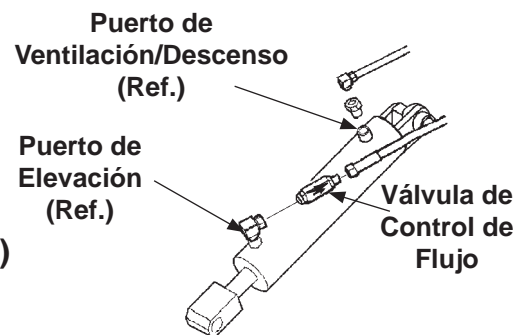

FIG. 37-3
7. Verifique que la válvula de control de flujo **(FIG. 37-3)** esté orientada hacia la dirección de restricción de flujo (de regreso hacia la bomba). En caso contrario, retírela y colóquela de forma correcta **(FIG. 37-3)**.